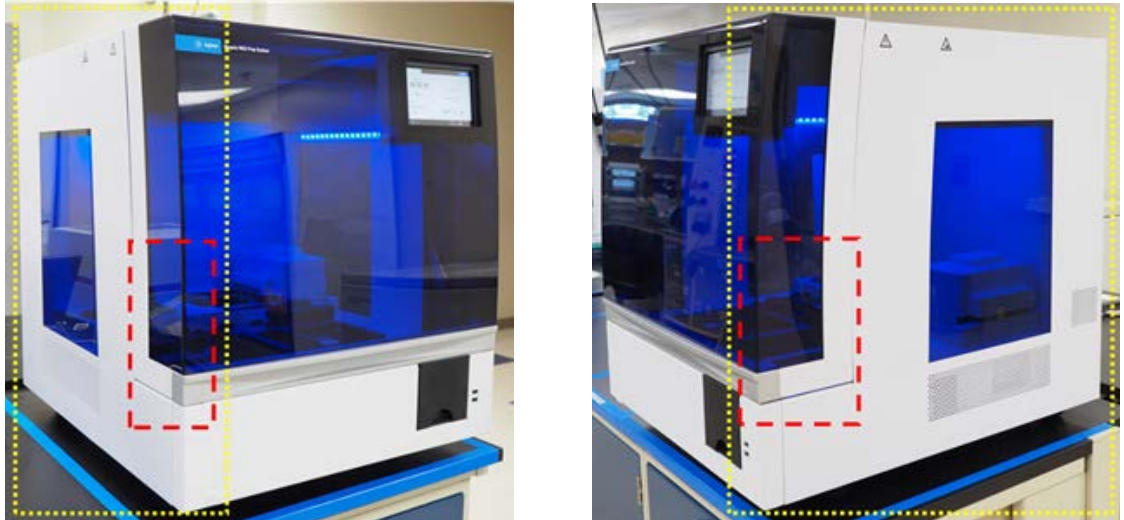

图 34 要擦拭的仪器左右两边的外表面
- c **仪器外部 – 左右两边：**用经过 70% 异丙醇弄湿的实验室擦巾，擦拭图 34 中用黄色勾勒出的仪器的左右两边。用红色勾勒出的区域需要特别注意并仔细清洁，因为这些区域是门在打开和关闭时需要抓握的地方。